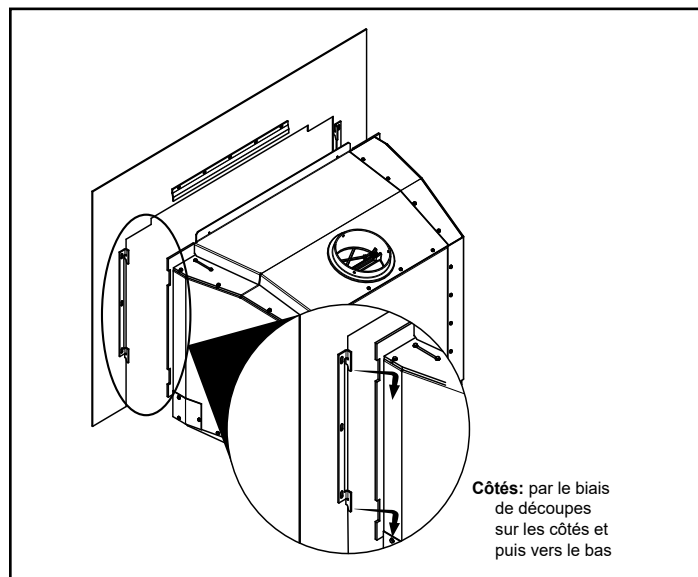

Figure 20.1
1. Soulevez l'enceinte en avant de l'appareil (**Figure 20.1**).